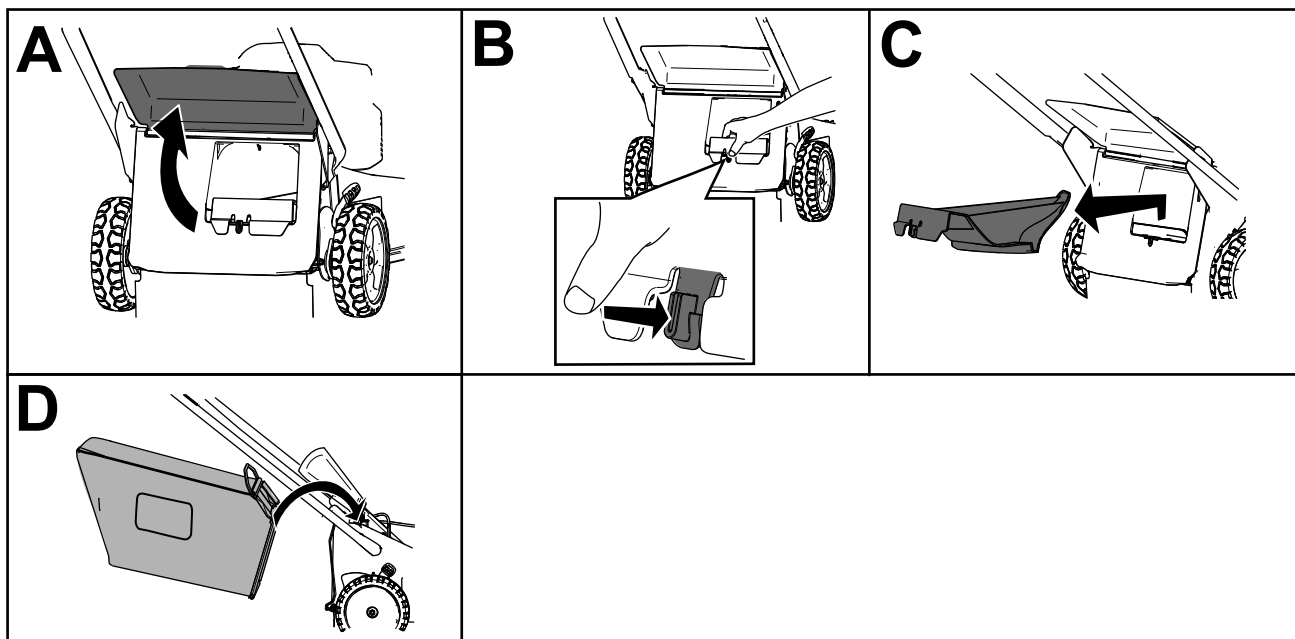

Bild 16
2. Heben Sie das hintere Ablenkblech an und halten Sie es hoch (A in Bild 16).
3. Drücken Sie zum Entfernen der Heckauswurfklappe mit dem Daumen auf den Riegel und ziehen die Klappe aus der Maschine (B und C in Bild 16).
4. Setzen Sie die Enden der Fangkorbstange in die Kerben an der Unterseite des Holms ein und bewegen den Fangkorb nach vorne und hinten, um sicherzustellen, dass die Enden der Stange richtig in den Kerben sitzen (D in Bild 16).
3. Nehmen Sie die Fangkorbstange am Fangkorb aus den Kerben an der Unterseite des Griffs (A von Bild 16).
4. Setzen Sie die Heckauswurfklappe ein (B in Bild 16).
5. Senken Sie das hintere Ablenkblech ab (C in Bild 16).